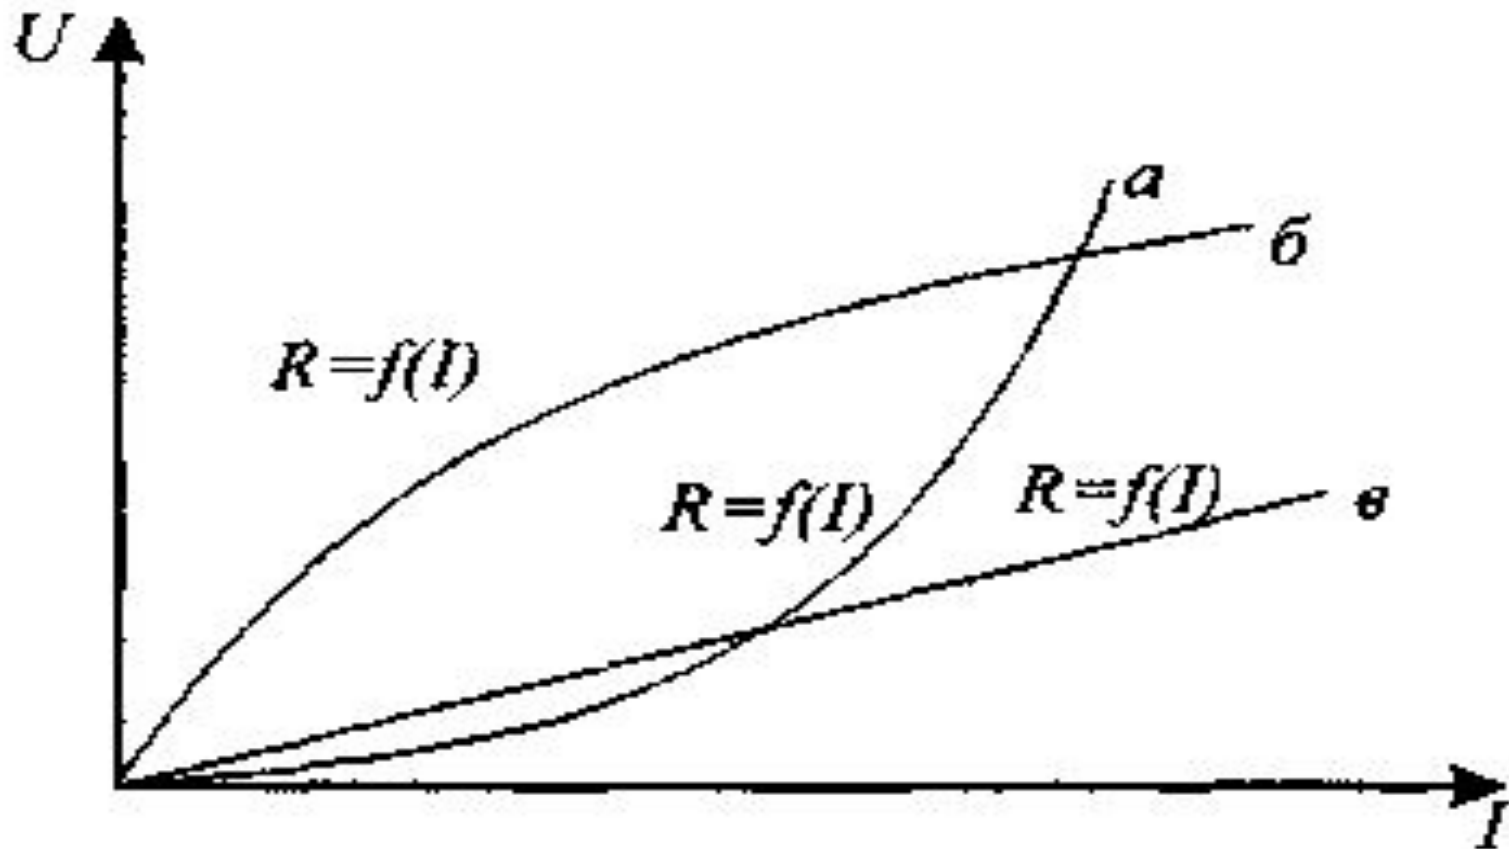

Рис. 1.1. Общий вид ВАХ металлического (а), полупроводникового (б), и константанового (в) резистивных элементов
- При протекании тока свободные электроны сталкиваются с атомами и еще более раскачивают их. Следовательно, температура проводника возрастает, отчего увеличивается и его сопротивление R . Таким образом, сопротивление R зависит от тока $R = f(I)$ и ВАХ нелинейна (рис. 1.1).